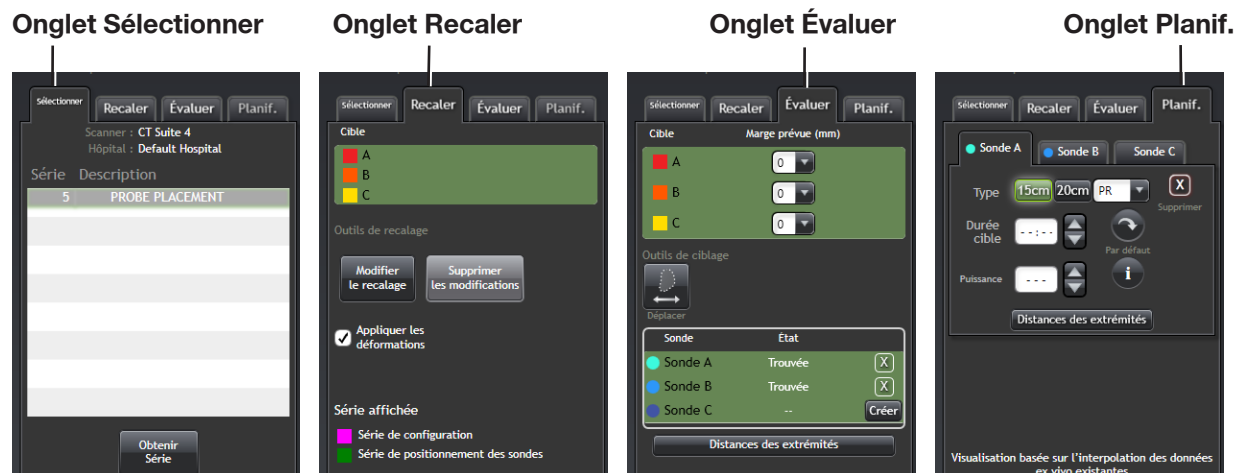

Figure 3-27 : Onglets sous l'étape Évaluer la/les sonde(s).
La disposition des onglets relatifs à la TDM dans le volet gauche de l'écran **Évaluer la/les sonde(s)** est très semblable à celle de l'écran **Définir les cibles** utilisé plus haut dans ce chapitre. Il y a quatre (4) onglets (**Sélectionner**, **Recaler**, **Évaluer** et **Planif.**) (Figure 3-27). Pour évaluer le positionnement de la (des) sonde(s) insérée(s), sélectionner une série d'images TDM et cliquer sur le bouton **Obtenir Série**. Le logiciel ABLATE-IQ passe automatiquement à l'onglet de recalage et exécute automatiquement la procédure de recalage.